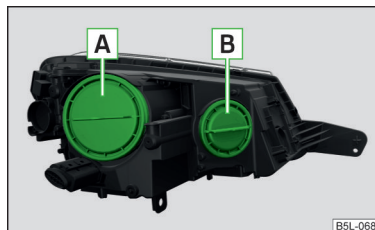

Fig. 186
Orden de bombillas » fig. 186
- Desenrosque la tapa protectora respectiva » fig. 186 de la página 222 en el sentido contrario a las agujas del reloj y retírela.
- Coloque la tapa protectora respectiva » fig. 186 de la página 222 y gírela hasta el tope en el sentido de las agujas del reloj.